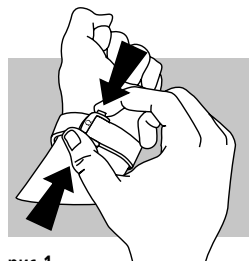
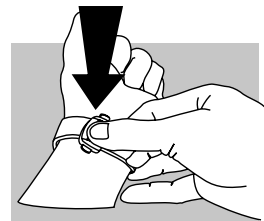

рис. 1
рис. 2
Как расстегнуть (рис. 1): нажмите на две кнопки по бокам застежки и потяните вверх.
Как застегнуть (рис. 2): наденьте часы на запястье и застегните застежку до щелчка.
Как расстегнуть (рис. 1): чтобы расстегнуть замок, нажмите на две кнопки, расположенные по обе стороны замка OMEGA, и потяните вверх.
Как отрегулировать длину (рис. 2): нажмите на кнопку «PUSH» в направлении стрелки (A), чтобы освободить конец ремешка (B). Передвигайте ремешок через защелку так, чтобы он оказался в нужном Вам положении (C). Нажмите на подвижную часть, чтобы заблокировать ее. При этом следите за тем, чтобы шип оказался точно в отверстии, чтобы не повредить ремешок (D).
Как расстегнуть (рис. 1): чтобы расстегнуть замок, необходимо нажать на две кнопки, расположенные по обе стороны замка, и потянуть вверх.
Как застегнуть (рис. 2): наденьте часы OMEGA на запястье и застегните замок до щелчка.
Как застегнуть (рис. 2): наденьте часы на запястье, вставьте кончик браслета в пазы и нажмите на застежку, после чего вы услышите характерный щелчок.
Завинчивание заводной головки Bullhead: чтобы завинтить заводную головку Bullhead, установите черную метку на ней в верхнее положение (рис. 1), затем нажмите на головку и закрутите ее на 90° (рис. 2).
Для снятия резинового ремешка (рис. 1): сдвиньте кнопку вниз, а затем освободите ремешок из лапок и снимите его с корпуса часов.
Для надевания резинового ремешка (рис. 1–3): сдвиньте кнопку вниз, чтобы поджать подвижные штифты. Вставьте ремешок между лапками корпуса часов. Отпустите кнопку, а затем слегка сдвиньте ремешок между лапками, чтобы подвижные штифты зафиксировались на своих местах.
Для снятия стального ремешка (рис. 2): нажмите на кнопку, а затем освободите ремешок из лапок и снимите его с корпуса часов.
Для надевания стального ремешка (рис. 2–3): нажмите на кнопку, чтобы поджать подвижные штифты. Вставьте ремешок между лапками корпуса часов. Отпустите кнопку, а затем слегка сдвиньте ремешок между лапками, чтобы подвижные штифты зафиксировались на своих местах.